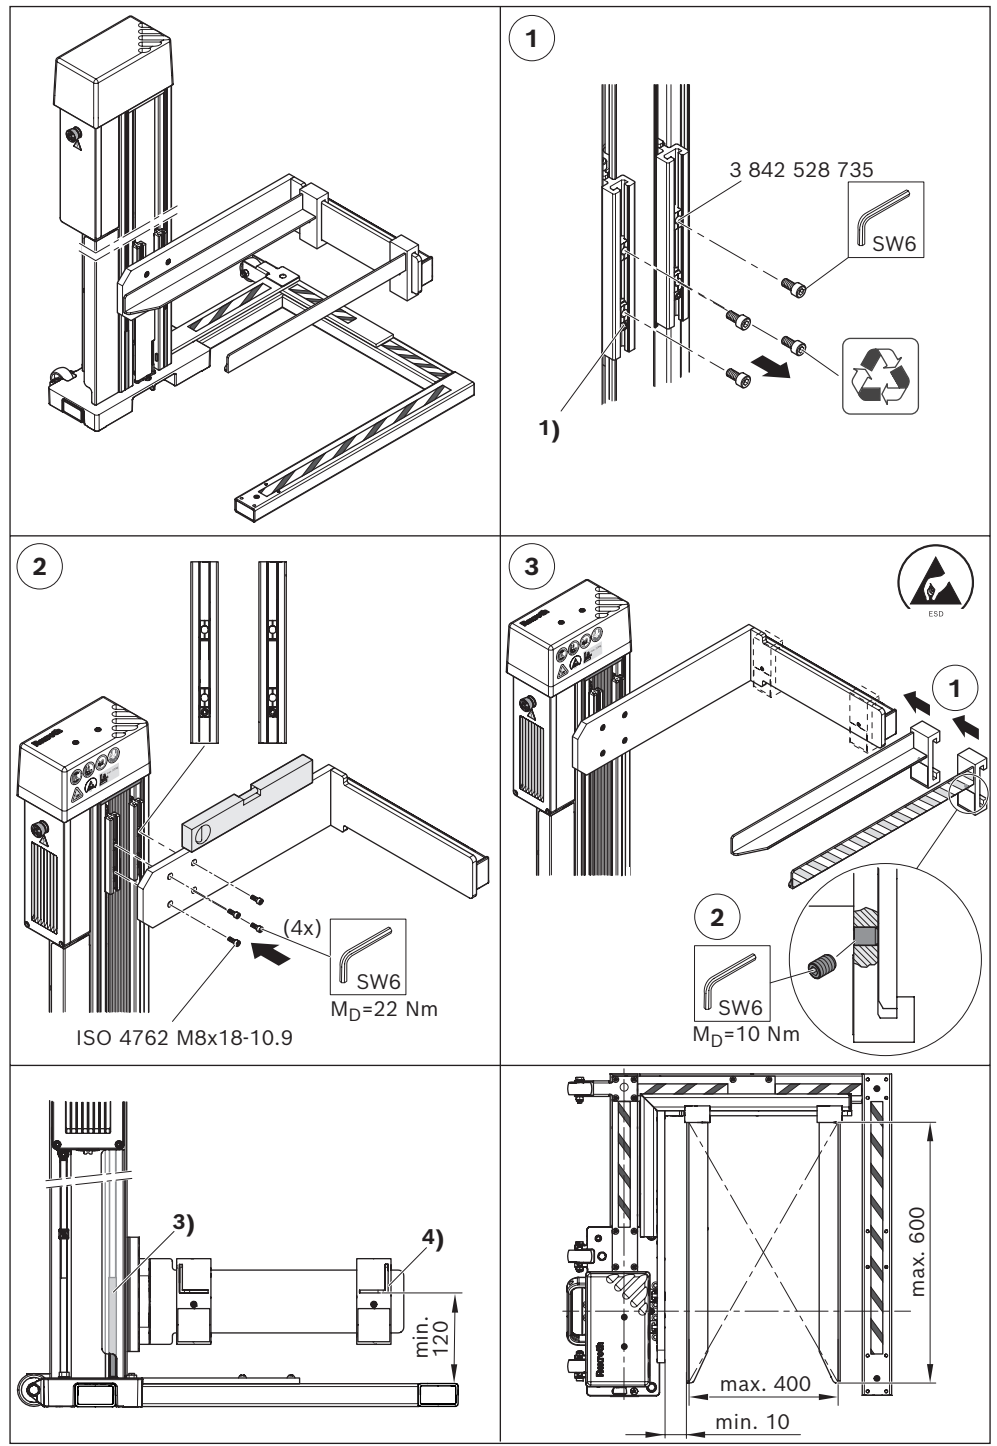

Fig. 20: Montaje del ángulo de montaje y las horquillas para carga lateral con carretilla (véase la modificación "Ampliación y reforma" en la página 311)
- Carga lateral de cajas (véase Fig. 20)